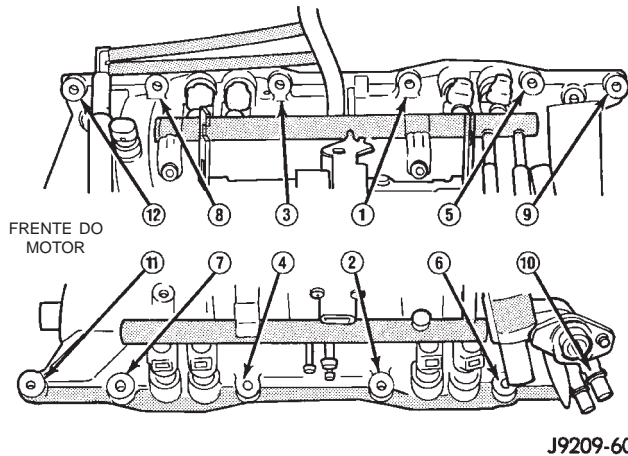

Fig. 26 Seqüência de Aperto do Parafuso do Coletor de Admissão — Motor 5.2L
(8) A seqüência de torque a seguir duplica os resultados esperados do sistema de montagem automatizado (Fig. 26).